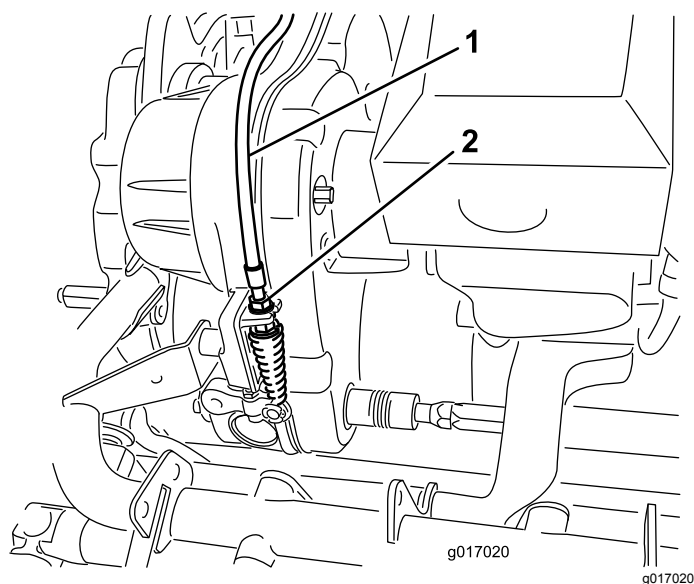

Figure 49
2. Au niveau de la traversée de la transmission, réglez le câble de commande du cylindre (Figure 49) pour obtenir une longueur de ressort de 70,6 à 72,4 mm.